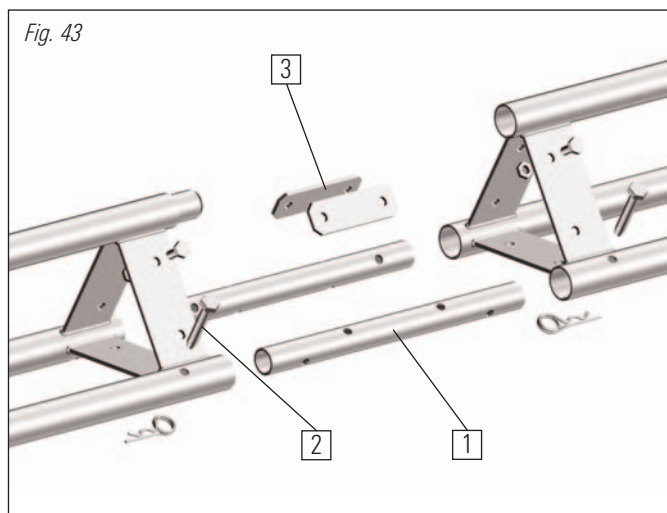

Fig. 43
Balkarna kopplas ihop med hjälp av skarvrören (1) och bultar med säkerhetssprintar (2) i de nedre spirorna. Vid den övre spiran sker sammankopplingen med hjälp av plattor (3) (se bild 43).